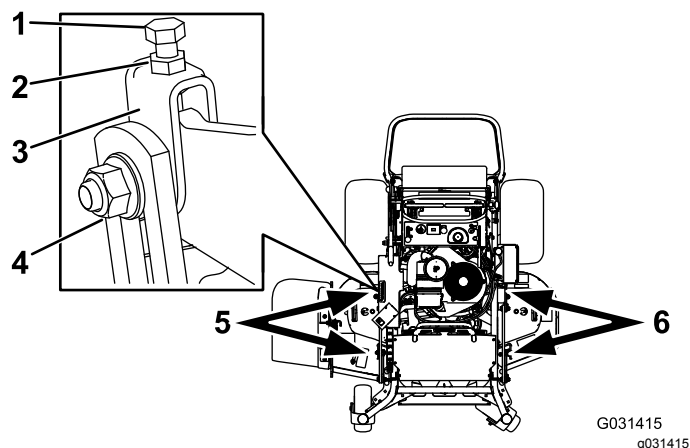

Figura 81
1. Desaperte a porca lateral e a porca de bloqueio nas forquilhas que quer ajustar (Figura 81).
2. Rode o parafuso superior para ajustar a altura da plataforma do cortador (Figura 81).